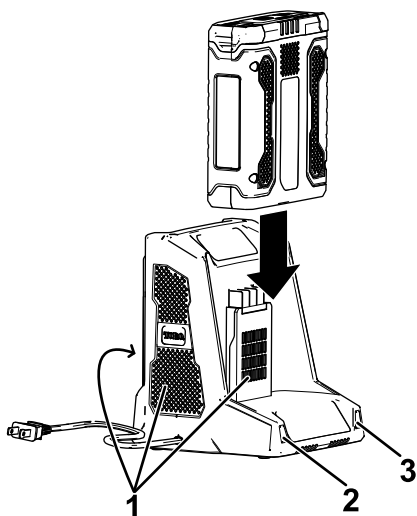

Figure 9
5. Glissez la batterie dans le chargeur jusqu'à ce qu'elle soit bien enclenchée (Figure 9).